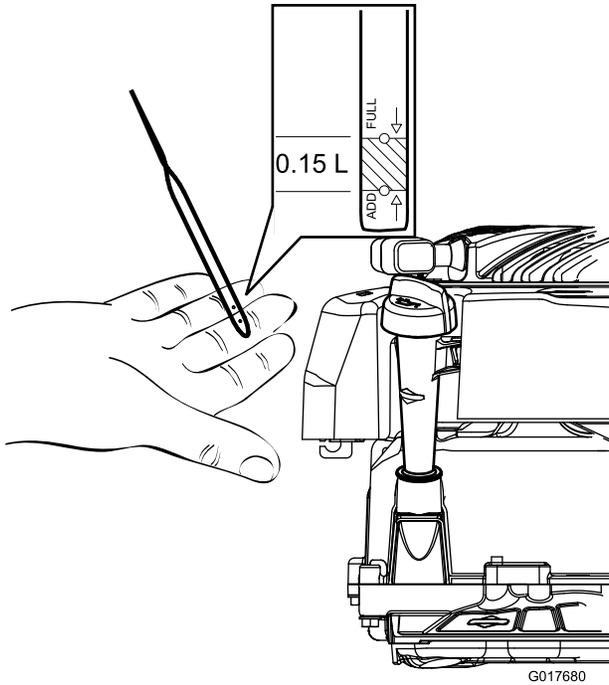
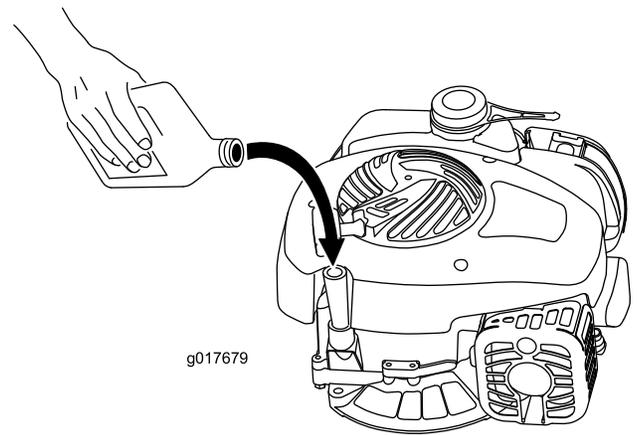

Figure 5
Figure 6
1. Retirez la jauge (Figure 5).
2. Versez de l'huile avec précaution dans le goulot de remplissage pour faire monter le niveau de liquide jusqu'au repère du plein (Full) sur la jauge (Figure 5 et Figure 6). Après avoir fait l'appoint d'huile, patientez 3 minutes avant de contrôler le niveau d'huile avec la jauge. Ne remplissez pas excessivement. (Remplissage max. : 0,47 l, type : huile détergente SAE 30 de classe de service API SF, SG, SH, SJ, SL ou supérieure.)